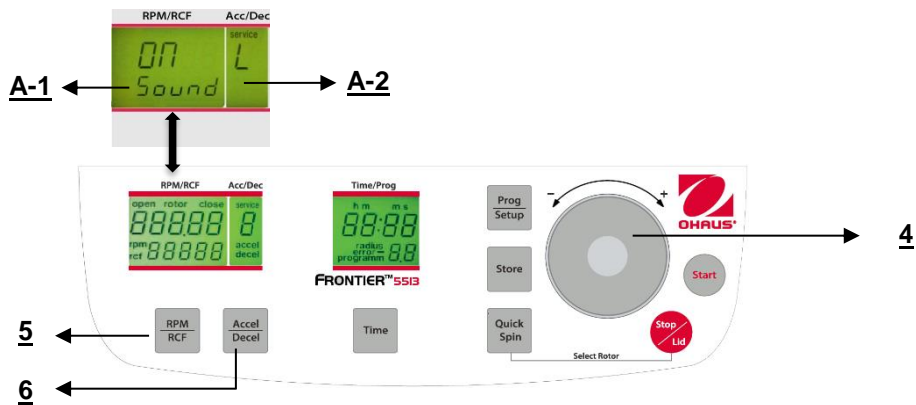

Abbildung. 30
Fahren Sie fort wie unter Punkt 4.1.2 beschrieben, um in den Programmmodus einzutreten und drücken Sie dann die Taste "**Accel/Decel**"(6). Auf der Anzeige blinkt "**Acc/Dec**" (A-2) das Wort "**Service**". Wählen Sie nun den Buchstaben "**L**" mit Hilfe des Anpassungs Wählscheibe (4). Als Ergebnis erscheinen die Worte "**On Sound**" auf der Anzeige "**RPM/RCF**" (A-1). Wenn Sie die Taste "**RPM/RCF**" (A-1) nun drücken, blinkt das Wort "**On**" und Sie können den Ton mit dem Anpassungs Wählscheibe (4) umschalten (siehe Abbildung 30). Nachdem Sie die Einstellungen gespeichert haben (siehe 4.1.2), ändern Sie zurück zum normalen Programmiermodus, indem Sie die Zentrifuge kurzzeitig ausschalten.